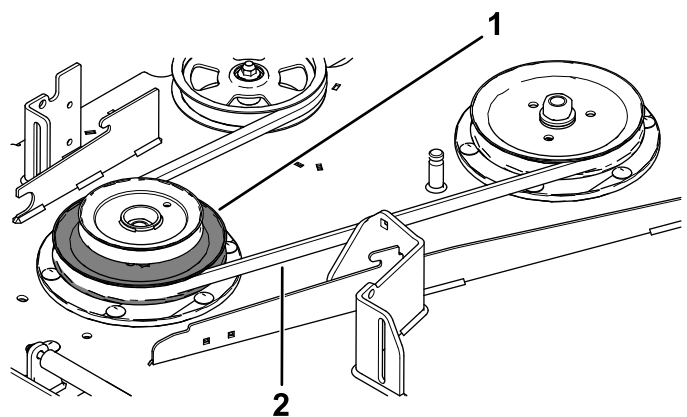

Figura 21
11. Instale la correa del cortacésped alrededor de la polea inferior de la polea doble (Figura 21).